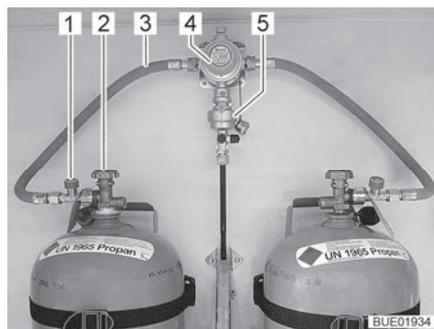
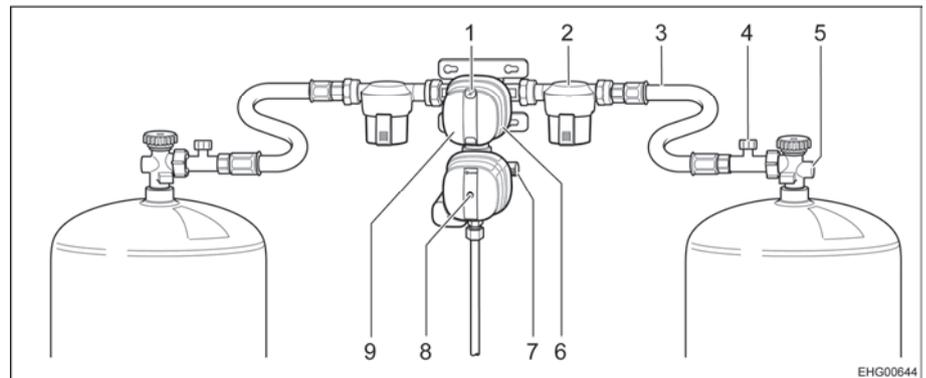

Fig. 69 Bombonas de gas con DuoControl
Fig. 71 Sistema de regulación de presión de gas DuoControl CS
El sistema de regulación DuoControl se compone de una válvula selectora (Fig. 69,4) y el sensor de impacto (Fig. 69,5). El sistema de regulación DuoControl está montado entre las gomas del gas (Fig. 69,3) con dispositivo de seguridad en caso de rotura de manguera (Fig. 69,1). Con el botón giratorio (Fig. 70,1) en la válvula selectora se puede determinar cuál de las bombonas de gas se utilizará como bombona de servicio y cuál de ellas como bombona de reserva.
El dispositivo de seguridad en caso de rotura de manguera (Fig. 69,1) bloqueará el flujo de gas si se rompe la manguera conectada. El dispositivo de seguridad en caso de rotura de manguera se deberá activar pulsando la tecla verde.
El sistema de regulación DuoControl se compone de una válvula selectora con sensor de impacto (Fig. 71,9). El sistema de regulación DuoControl está montado entre las mangueras de alta presión (Fig. 71,3) con dispositivo de seguridad en caso de rotura de manguera (Fig. 71,4). Con el botón giratorio (Fig. 71,6) en la válvula selectora se puede determinar cuál de las bombonas de gas se utilizará como bombona de servicio y cuál de ellas como bombona de reserva.
En el indicador de estado (Fig. 71,1) se indica el estado del suministro de gas:
Está permitido el funcionamiento con una sola bombona de gas; sin embargo, la conexión abierta se deberá tapar con una tapa roscada (Fig. 71,7).
**Sensor de impacto** El sensor de impacto bloqueará el suministro de gas en caso de un impacto significativo (p. ej. accidente). El sensor de impacto se pone en funcionamiento pulsando el botón de restablecimiento amarillo (Fig. 71,8).
**Dispositivo de seguridad en caso de rotura de manguera** El dispositivo de seguridad en caso de rotura de manguera (Fig. 71,4) bloqueará el flujo de gas si se rompe la manguera conectada.
**Unidad de mando** En la unidad de mando (Fig. 72), se conecta y desconecta el suministro de gas a través del sistema de regulación DuoControl. Las llaves de paso principales (Fig. 71,5) de las bombonas de gas y las válvulas de paso de gas deben abrirse a mano.
- Con el botón giratorio (Fig. 71,6) en la válvula selectora, seleccionar la bombona de gas de la que habrá de tomarse el gas principalmente (bombona de servicio). Girar el botón giratorio siempre hasta el tope.
- Abrir las llaves de paso principales (Fig. 71,5) de las bombonas de gas.
- Activar el dispositivo de seguridad en caso de rotura de manguera. Para ello, pulsar la tecla verde (Fig. 69,1) o bien el dispositivo de seguridad en caso de rotura de manguera (Fig. 71,4) por aprox. 5 segundos. En la mirilla o bien en el indicador de estado (Fig. 71,1) se visualizará la marca verde.
- Cerrar las llaves de paso principales (Fig. 69,2 ó bien Fig. 71,5) de las bombonas de gas.
En caso de que luz de control verde (Fig. 72,6) se apague durante el servicio y se encienda la luz de control roja (Fig. 72,5), estará vacía la bombona de servicio y se deberá cambiar. En la mirilla (Fig. 70,2) o bien en el indicador de estado (Fig. 71,1) se visualizará la marca roja. La bombona de reserva seguirá suministrando gas a los consumidores de gas.
- Girar el botón giratorio (Fig. 71,6) media vuelta en sentido de la bombona de gas utilizada de momento. De este modo, esta bombona de gas ahora será la bombona de servicio y la bombona de gas vacía se convertirá en la bombona de reserva. La marca en la mirilla (Fig. 70,2) o bien en el indicador de estado (Fig. 71,1) cambiará de rojo a verde.
- Cerrar la llave de paso principal (Fig. 69,2 ó bien Fig. 71,5) de la bombona de gas vacía. Observar el sentido de la flecha.
- Activar el dispositivo de seguridad en caso de rotura de manguera. Para ello, pulsar la tecla verde (Fig. 69,1) o bien el dispositivo de seguridad en caso de rotura de manguera (Fig. 71,4) por aprox. 5 segundos.